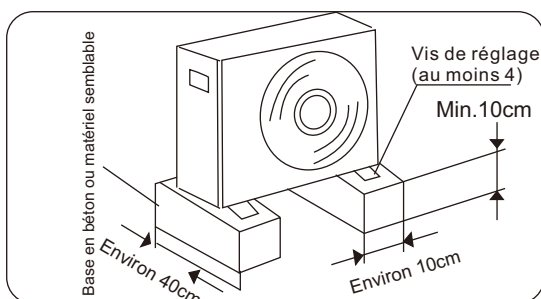

Fig.7.2
- Construire une base solide (panneau de 10X40cm2 en béton ou autre matériel semblable). L'appareil doit être placé à une hauteur d'au moins 10 cm pour qu'il ne se mouille pas ou ait de la rouille. Cela pourrait endommager l'appareil ou réduire sa durée de vie. (Figure 7.2)